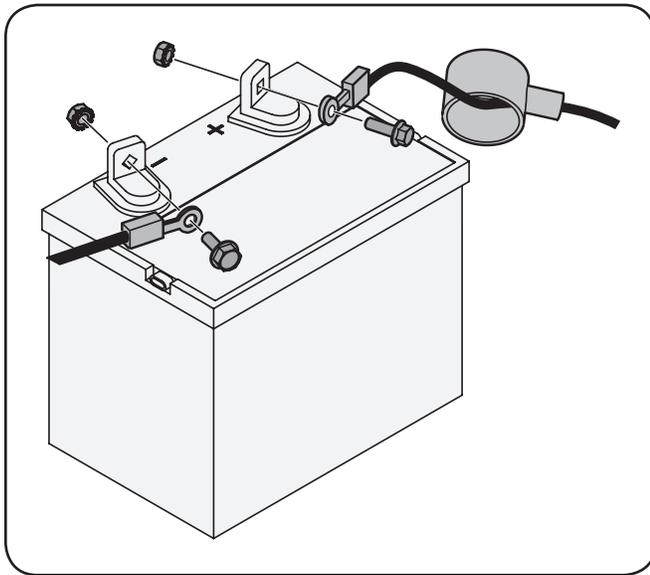

Figure 3-9
1. Retirez le protecteur en plastique, si équipé, de la borne positive de la batterie et fixez le câble rouge à la borne positive (+) avec un boulon et un écrou. Voir Figure 3-9.
2. Retirez le protecteur en plastique, si équipé, de la borne négative de la batterie et fixez le câble noir à la borne négative (-) avec un boulon et un écrou. Voir Figure 3-9.